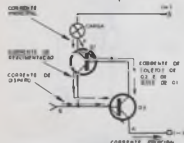

FIGURA 11
b) Se agora for estabelecida uma pequena tensão positiva em relação ao catodo na comporta do SCR, fazendo com que uma corrente ocorra entre a base do segundo transistor (Q2) e seu emissor, o SCR mudará de estado. No entanto a junção deste transistor (Q2) no sentido direto de condução (junção emissor-base) o transistor terá também sua corrente de coletor aumentada numa proporção que depende do ganho deste mesmo transistor. Lembremos que a corrente de coletor será tantas vezes maior que a corrente de base quanto for o ganho do transistor. Ora, a corrente de coletor do segundo transistor (Q2) é justamente uma corrente que circula num sentido que polariza a junção emissor-base do primeiro transistor no sentido de também fazê-lo conduzir. Esta corrente de base consequentemente no primeiro transistor aumenta a corrente de coletor do primeiro transistor (figura 11).